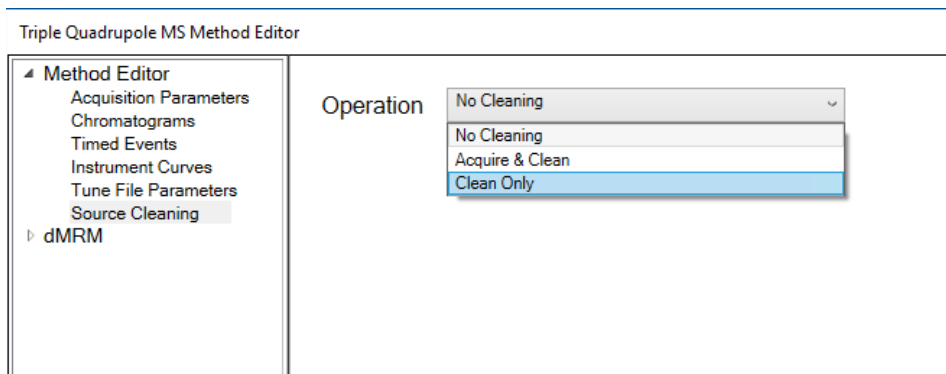

Figura 28 Sección Source Cleaning del panel Triple Quadrupole MS Method Editor
- 3 Seleccione un modo en el menú desplegable **Operation**. (Consulte la Figura 28.)